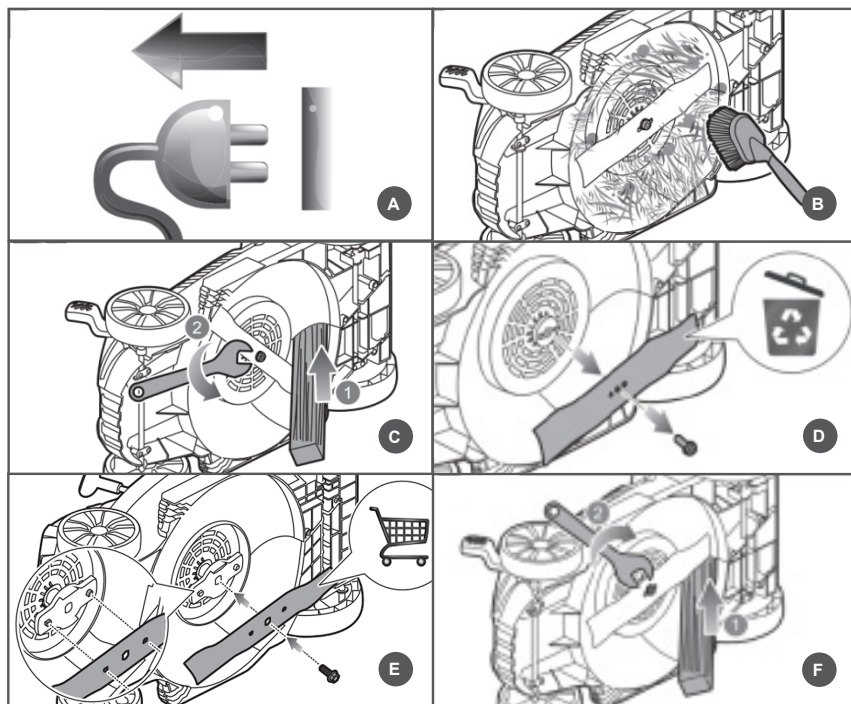

Рис. 17 Замена ножа
2. Возьмите одной рукой нож и крепко держите, или установите деревянный брусок 1 и зафиксируйте нож от проворачивания (Рис. 17).
3. Установите гаечный ключ 2 (в комплектность не входит) и открутите против часовой стрелки болт крепления ножа (Рис. 17).
5. Установите новый нож на адаптер 2 (Рис. 17) так, чтобы:
брусок 1 и зафиксируйте нож от проворачивания (Рис. 17).